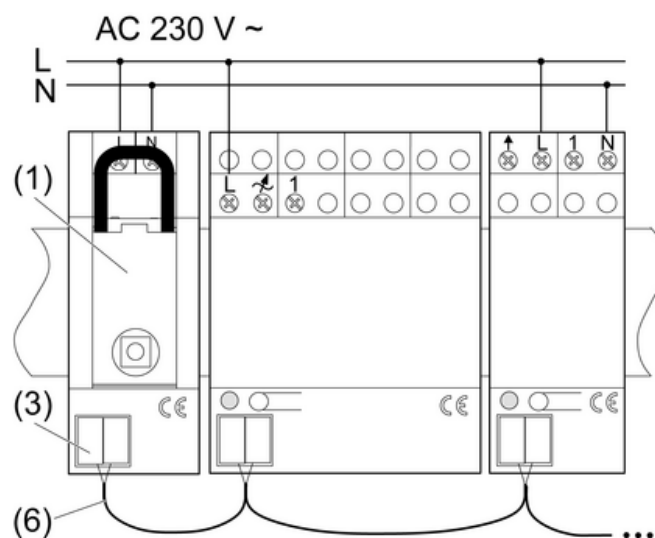

Bild 3
- Funkempfänger (1) auf Hutschiene montieren.
- Funkempfänger gemäß Anschlussplan anschließen (Bild 3).
- Funkempfänger über die Anschlussbuchse (3) mit einer Busleitung (6) mit den Funk-Aktoren REG verbinden.